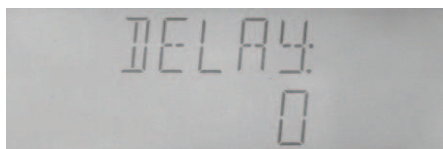

Figura 4-10 Configuración del retardo
- a) Seleccione "DELAY" mediante **【▲】** o **【▼】**, como se ve en la figura 4-10.